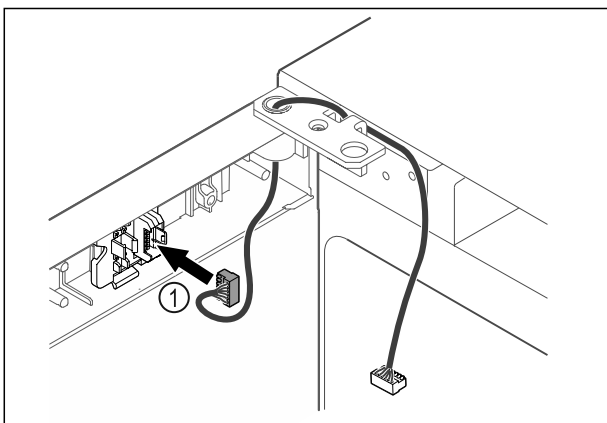

Fig. 49
- Aseta pistoke Fig. 49 (1) pistokkeenpitimeen.